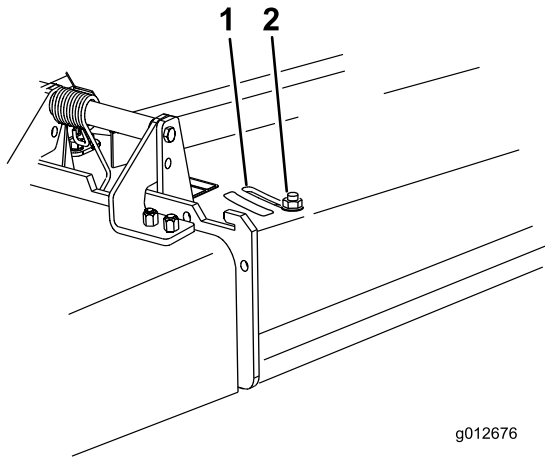

Bild 23
3. Lösen Sie die Mutter, um das Ablenkblech einzustellen (Bild 23).